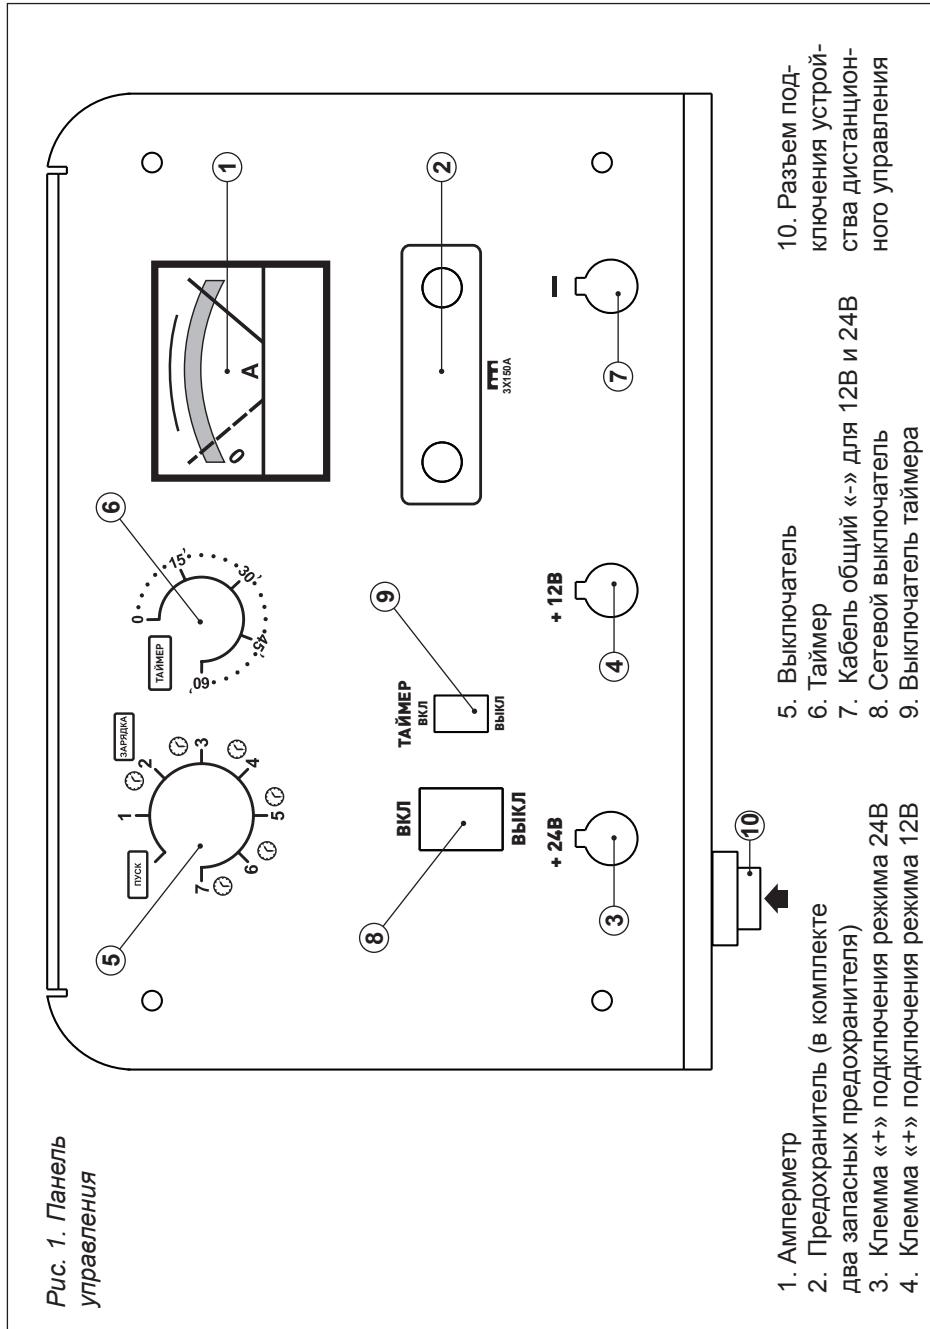

Рис. 1. Панель управления
4.1. Перед зарядкой (см. рис. 1)
- Установите на панели управления нужный режим зарядки (рис. 1, п. 6). Подключите кабель к соответствующей клемме 12-24В (рис. 1, п.3,4).
• Подсоедините зажимы к клеммам, указанным в инструкции ТС, либо к клеммам АКБ, соблюдая полярность, подключите в разъем п. 10 (рис. 1) штекер пульта управления.